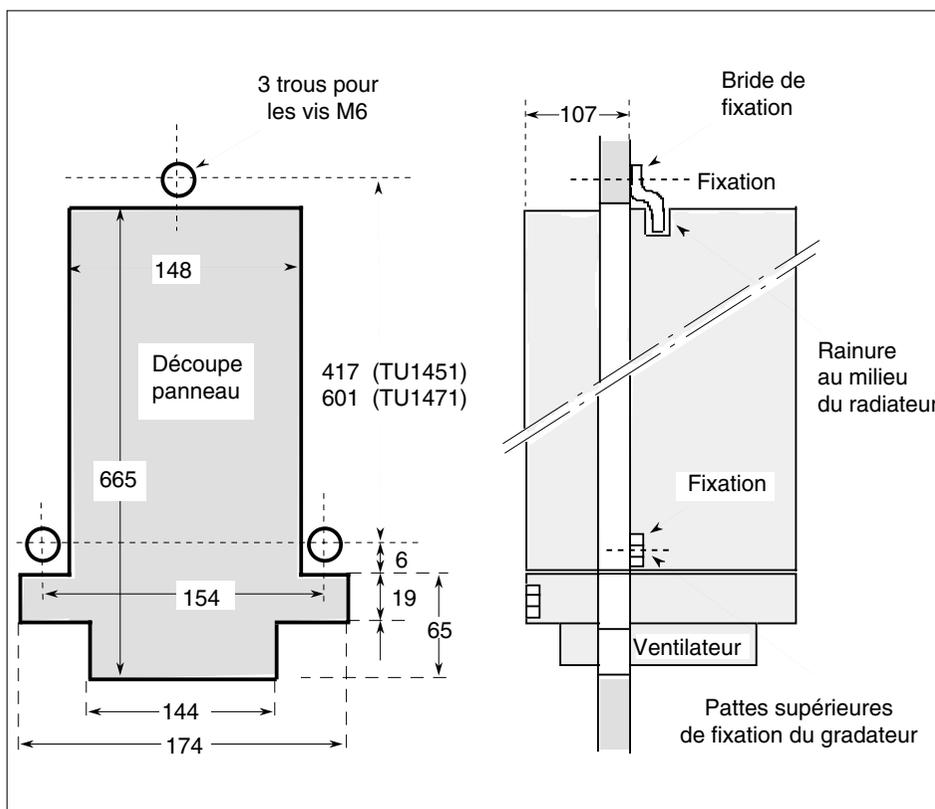

Figure 2-4 Cotes (en mm) de perçage, découpe et fixation des gradateurs.
- Installer les deux vis **M6** dans l'armoire en respectant les cotes de perçage données (figure 2-4).